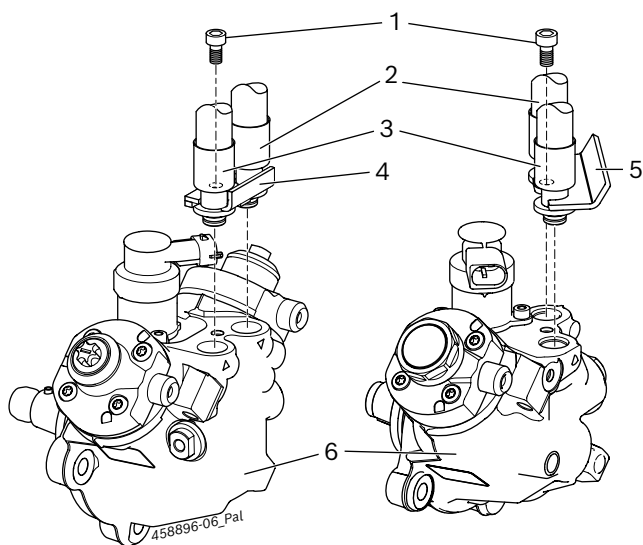

Fig. 4: Bomba de rail común del tipo CP4 con escuadra de fijación
! Utilizar los tubos flexibles específicos de las bombas 1 680 712 351 o 1 680 712 352 para conectar la bomba de rail común del tipo CP4. Los tubos flexibles se fijan a la bomba de rail común del tipo CP4 con una escuadra de fijación 1 681 038 392 (fig. 4, pos. 4) o escuadra de fijación 1 681 038 430 (fig. 4, pos. 5) y el tornillo de hexágono interior M6 x 12 (fig. 4, pos. 1). Los tubos flexibles, las escuadras de fijación y el tornillo de hexágono interior son parte del volumen de suministro del juego de piezas 1 687 016 125.
1. Conectar el tubo flexible para la alimentación de aceite de ensayo (fig. 4, pos. 2) a la conexión de alimentación de la bomba de rail común del tipo CP4.
2. Conectar el tubo flexible para el retorno de aceite de ensayo (fig. 4, pos. 3) a la conexión de retorno de aceite de ensayo de la bomba de rail común del tipo CP4.
3. Fijar ambos tubos flexibles con la escuadra de fijación 1 681 038 392 (fig. 4, pos. 4) o la escuadra de fijación 1 681 038 430 (fig. 4, pos. 5) y el tornillo de hexágono interior M6 x 20 (fig. 4, pos. 1) a la bomba de rail común del tipo CP4.